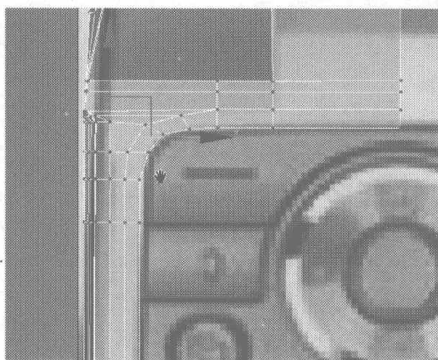
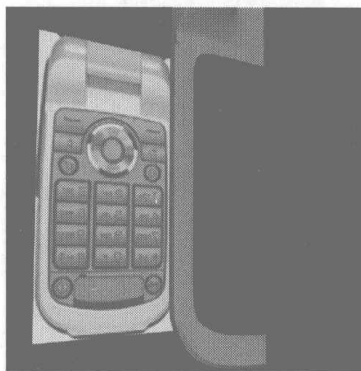

图 4.500
图 4.501
- 06** 在 Front 视图中继续添加一些细分线, 并进行节点调整, 效果如图 4.500 所示, 渲染效果如图 4.501 所示。